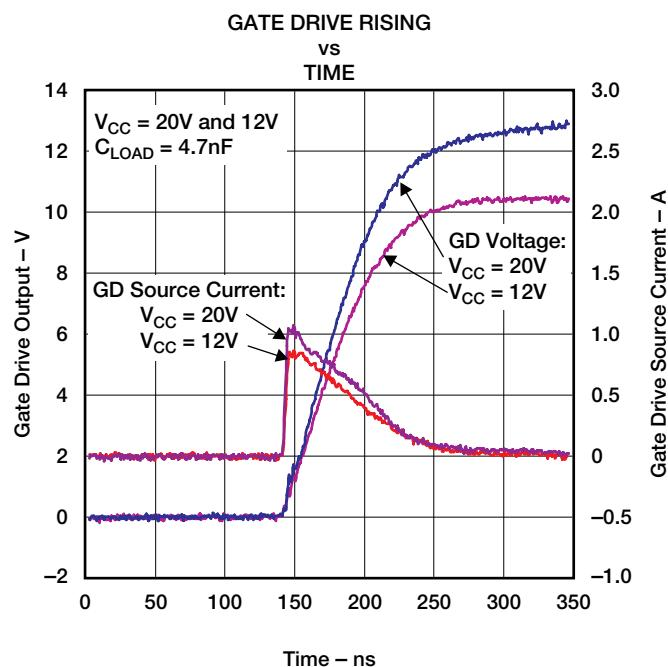
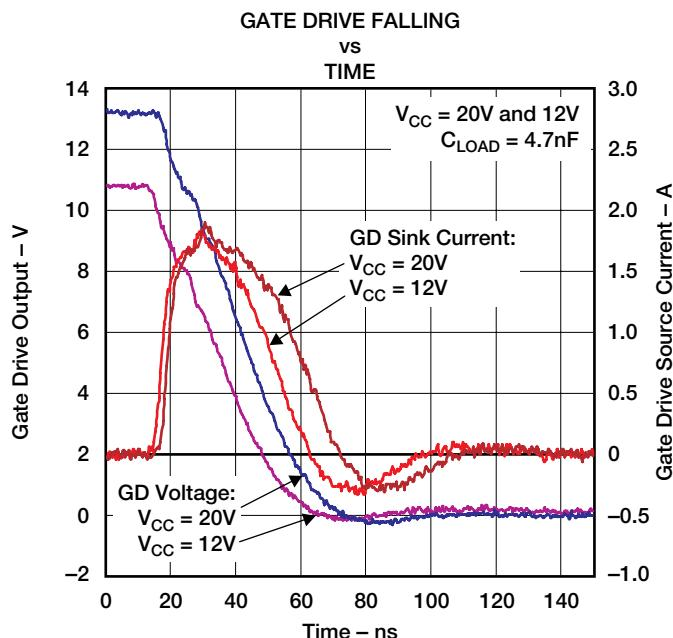
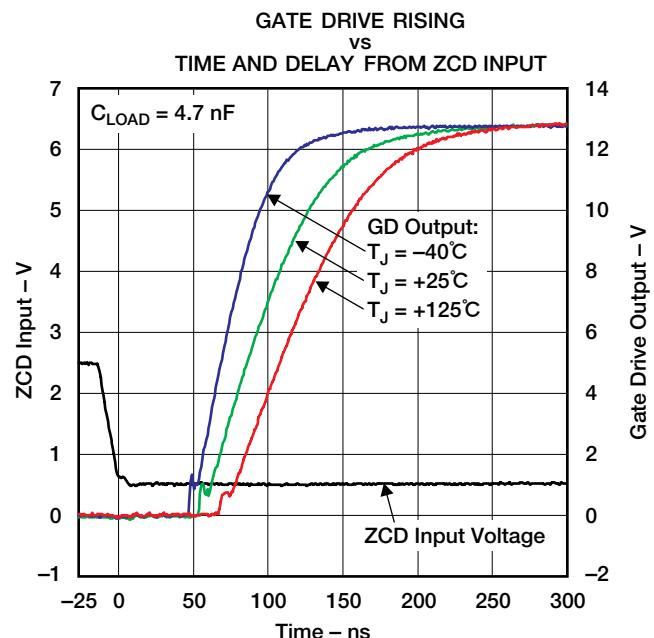
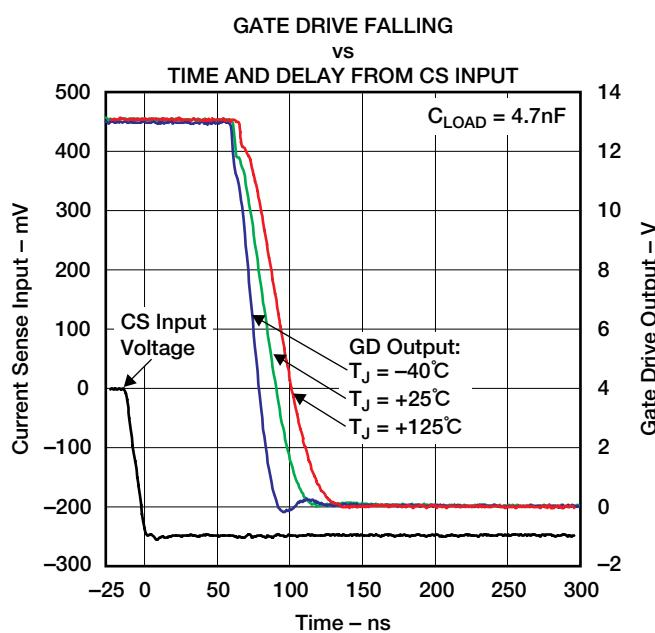

図12
図13
図14
図15
(2) 代表的なゲート波形については代表的特性の図12、図13、図14、図15を参照してください。